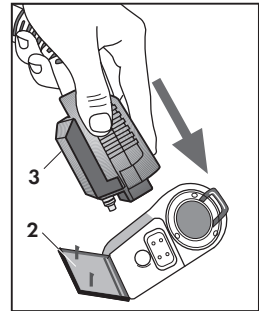

Abb. 20
BÜGELEISEN (Abb. 20 - 21 - 22)
Dazu den Stecker (3) des Bügeleisens in die Steckbuchse für das Zubehör (2) (Abb. 20) anstelle des Schlauchs laut Anweisungen auf Seite 9 (Abb. 10) „Arbeits Schlauch anschließen (saugen/sprühen)“ stecken.